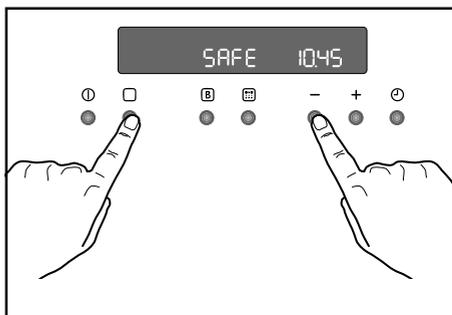

Рис. 13
2. одновременно нажмите кнопки  и “-” и держите их нажатыми в течение примерно 3 секунд. Вы услышите звуковой сигнал, а на дисплее высветится “SAFE” (Рис. 13).